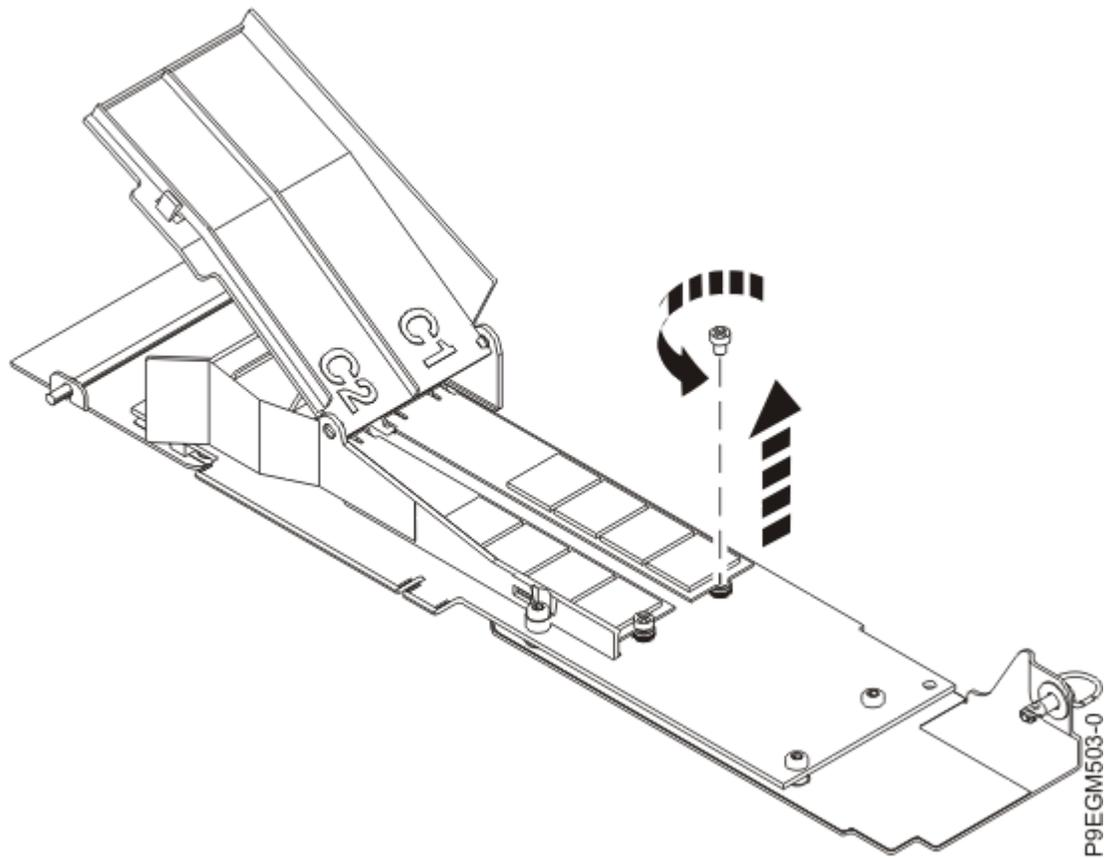

図 28. NVMe M.2 キャリア・カードのフラッシュ・モジュールのねじの取り外し
- b) プラス・ドライバーを使用して、NVMe M.2 フラッシュ・モジュールのねじを外します。34 ページの図 28 を参照してください。